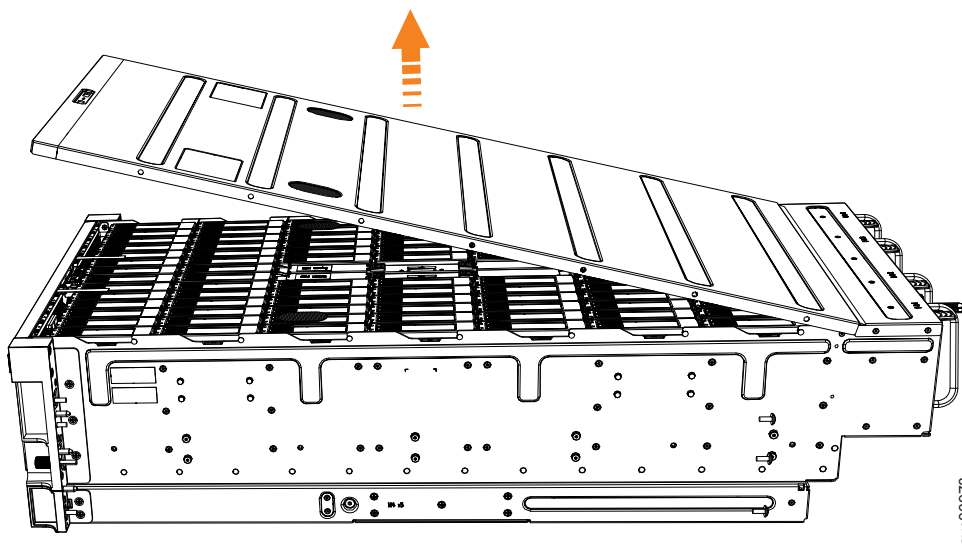

Figura 53. Extracción de la cubierta del sistema 2145-92F
4. Levante con cuidado la cubierta, como se muestra en la Figura 53 en la página 64.